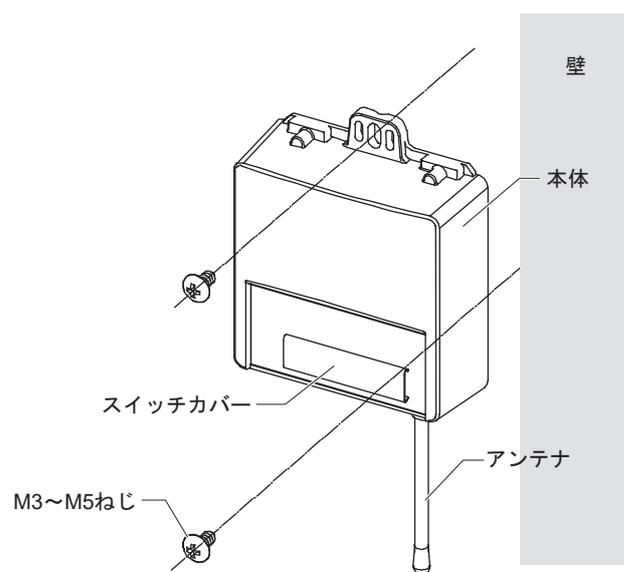

図13
(3) 壁直接取付 (図13参照)
- ① スイッチカバーを手前に引っ張って外し、周波数チャンネルとグループアドレスおよびUTアドレスを設定します。設定が終わったら、スイッチカバーを取り付けます。
● ネオパネルワイヤレスの施工時の注意（図13参照）